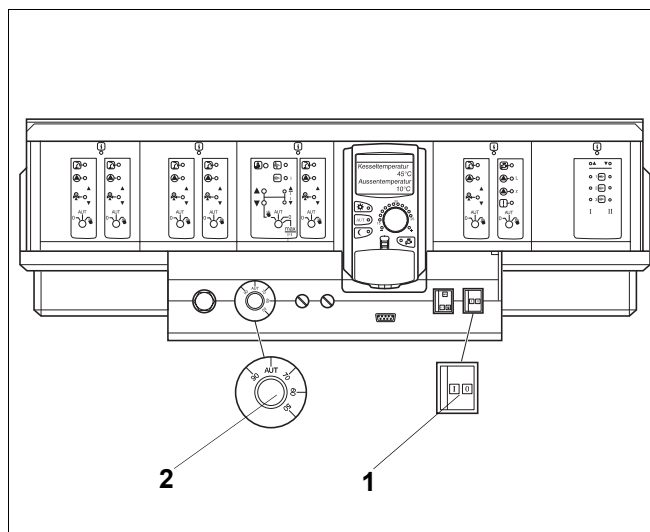

Рис. 29 Система управления Logamatic 4000
- Переведите пусковой выключатель (рис. 29, **поз. 1**) в положение "I" (ВКЛ), на установке с двумя котлами – на двух системах управления.
Установите регулятор температуры котловой воды (рис. 29, **поз. 2**) в положение "AUT". При работе с постоянной температурой установите регулятор на нужную температуру (минимум 65 °С).
Установите регулятор температуры котловой воды (рис. 29, **поз. 2**) в положение "AUT".
Установите регулятор температуры котловой воды (рис. 29, **поз. 2**) одного котла на нужную температуру (минимум 70 °С). Таким образом определяется котел 1 (ведущий).